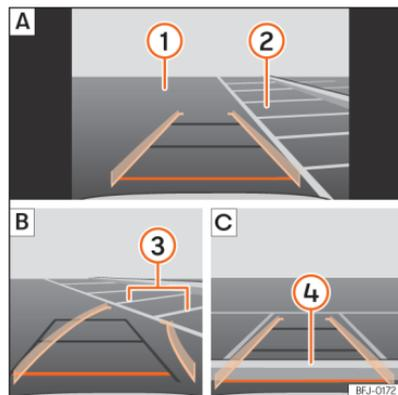

Abb. 167 Anzeige auf dem Bildschirm des Infotainment-Systems: Einparken mit dem Rückfahrassistenten.
Legende zur » (Abb. 167):
- Bringen Sie das Fahrzeug vor die Parklücke >>> **(Abb. 167) ② A**.
- Fahren Sie rückwärts und drehen Sie das Lenkrad so, dass die gelben Linien in die Parklücke weisen. Die grünen und gelben Linien müssen mit den seitlichen Begrenzungslinien übereinstimmen **③ B**.
- Halten Sie das Fahrzeug an, wenn die rote Linie die hintere Begrenzung erreicht hat **④ C**.